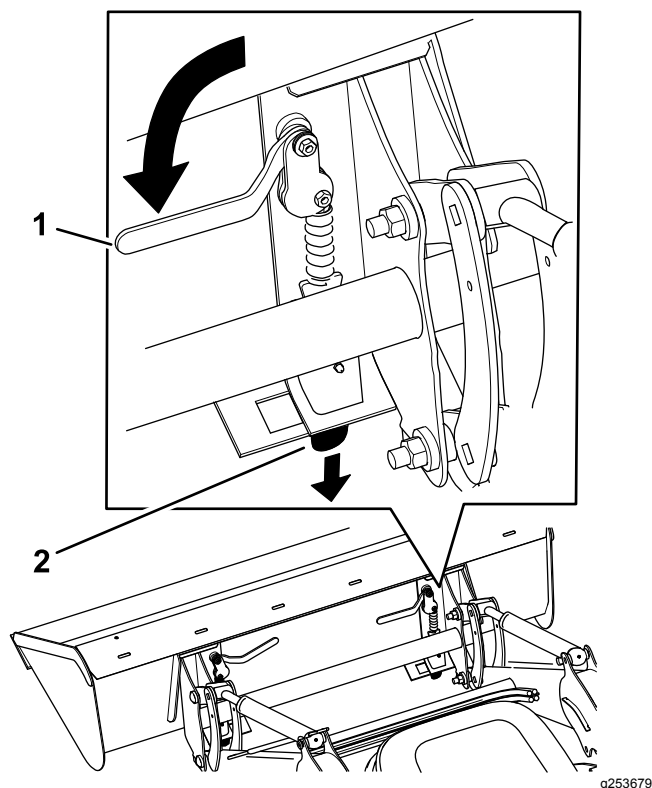

Figura 56
8. Rode as alavancas de ligação rápida para dentro, garantindo que os pinos de ligação rápida estão totalmente encaixados através da placa de montagem (Figura 56).